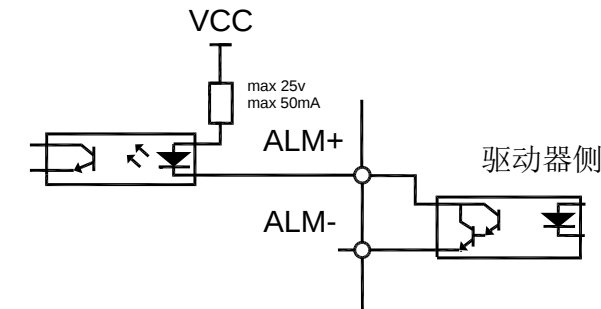
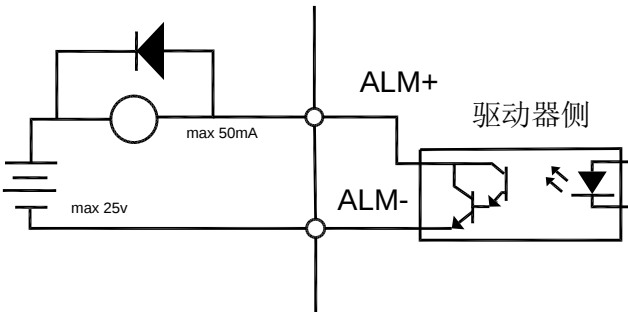

图 4-6-2a: Type2 开关量输出接口（光耦）
图 4-6-2b: Type2 开关量输出接口（继电器）
- 输出为达林顿晶体管，与光耦(图4-6-2a)或继电器(图4-6-2b)连接；